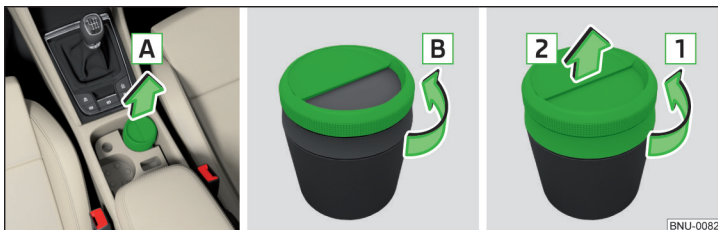

Fig. 130 Extragerea scrumierei/deschiderea/dezasamblarea
► **Scoateți** scrumiera în sensul săgeții **A** > fig. 130. **Introducerea** se efectuează în ordinea inversă scoaterii.